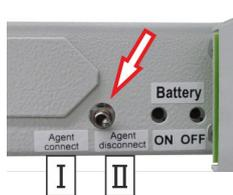

Fig. 14: Interruptor de bloqueo
- Antes de proceder al transporte de retorno del sistema completo conmutar el interruptor de bloqueo (Fig. 14/flecha) a “Agent disconnect [bloqueado]” (Fig. 14/ II).